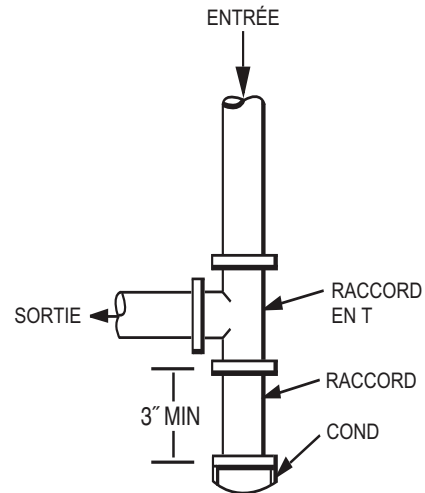

Fig. 7 – Piège à sédiments
4. Installez un piège à sédiments sur la colonne montante qui alimente le module de chauffage (consultez la Fig. 7). Ce point de purge permet de piéger la saleté et les condensats.